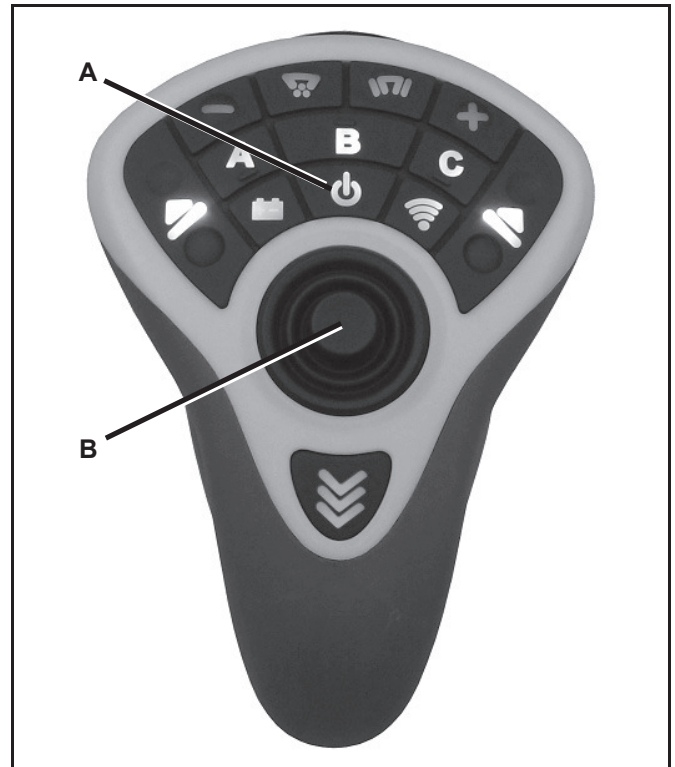

Abb. 1-11
1. Die mittlere Taste direkt über dem Joystick (Abb. 1-11, A) ist die Ein-/Aus-Taste. Drücken Sie die Power-Taste für drei Sekunden, um die Steuerung einzuschalten. Um sie wieder auszuschalten drücken Sie die Power-Taste erneut und so lange bis die Hintergrundbeleuchtung erlischt.
2. Die Joystick-Taste in der Mitte des ProControl II™-Senders (Abb. 1-11, B) aktiviert die Funktionen Anheben, Absenken, Schwenken nach links und rechts. Durch Drücken des Joysticks nach vorn (zur Oberseite hin) wird der Schneepflug abgesenkt. Durch Ziehen des Joysticks nach unten wird der Schneepflug angehoben. Dies ist die Werkeinstellung für die Steuerung. Die Steuerung kann so programmiert werden, dass die Anhebe- und Absenkfunktionen umgekehrt werden. D. h. wenn der Joystick nach vorn gedrückt wird, hebt sich der Schneepflug, und wenn der Joystick nach hinten gezogen wird, senkt sich der Schneepflug ab (Siehe Schritt 4).